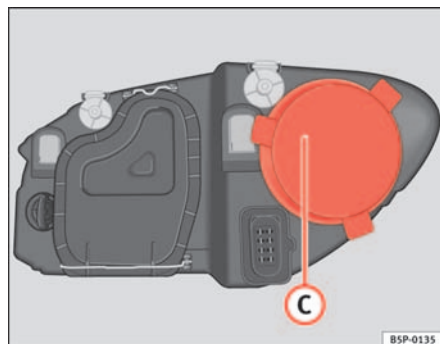

Abb. 183 Fernlicht
- Den Deckel ⇒ Abb. 183 C abziehen.